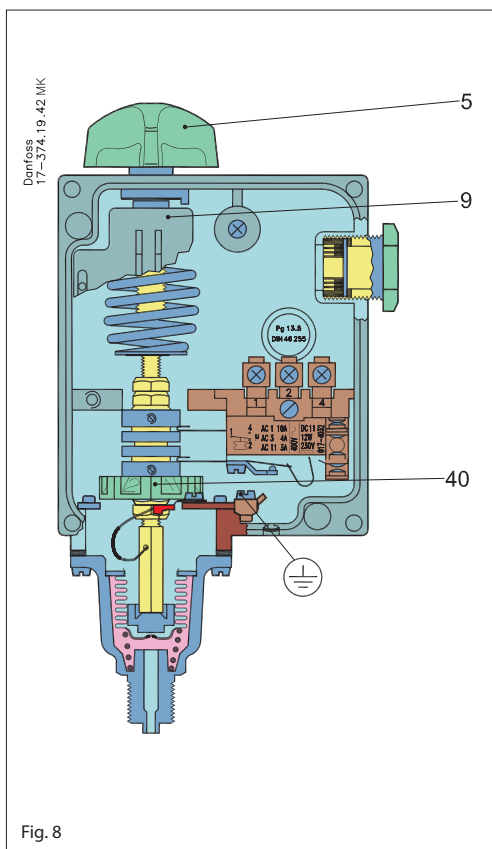
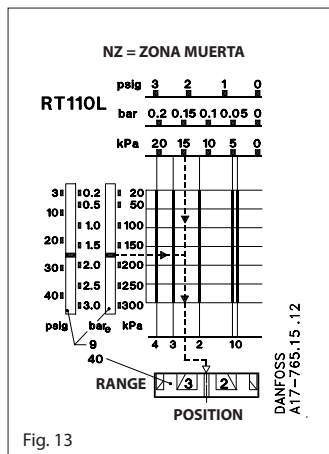

Fig. 8
Fig. 13
Es el intervalo en la variable controlada donde no se produce repuesta del elemento de corrección. Véase fig. 13.
El rango se ajusta utilizando el mando de ajuste (5) fig. 8, al mismo tiempo que se observa la escala principal (9). La presión ajustada es la presión de apertura de los contactos 1-4 (véase fig. 13).
La zona neutra requerida puede encontrarse en el diagrama de la unidad. La posición en la cual el disco de zona neutra (40) debe ser ajustado puede ser leída en la escala inferior del diagrama. El funcionamiento puede verse en la fig. 13.
El RT 200L debe ser ajustado mediante la utilización del mando ajuste (5) fig. 8, en 3,5 bar (35 m de agua) menos el diferencial fijo de 0,2 bar.
La zona neutra,  $35 - 32 = 3$  m de agua, que corresponde a 0,3 bar, debe ser ajustada en el disco de zona neutra (40) fig. 8, pág. 9. De acuerdo con el diagrama de la figura 10, el disco se ajusta en 1 o un poco más. Un ajuste más preciso puede obtenerse utilizando el equipo de prueba ilustrado en la fig. 14.